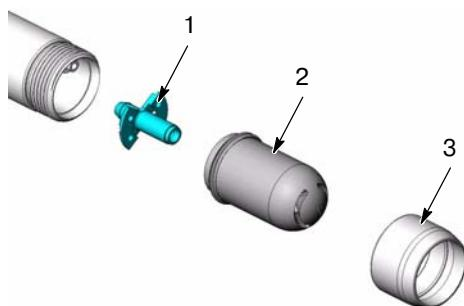

Рис. 1 Снятие форсунки с накидной гайкой
2. См. рис. 1. Отвернуть узел накидной гайки (3) и форсунки (2) с распылителя.
3. Вынуть переходник (1) из порошкового шланга.
9. См. рис. 1. Вставить переходник шланга (1) в порошковый шланг.
11. Поставить форсунку (2) и накидную гайку (3) на распылитель.